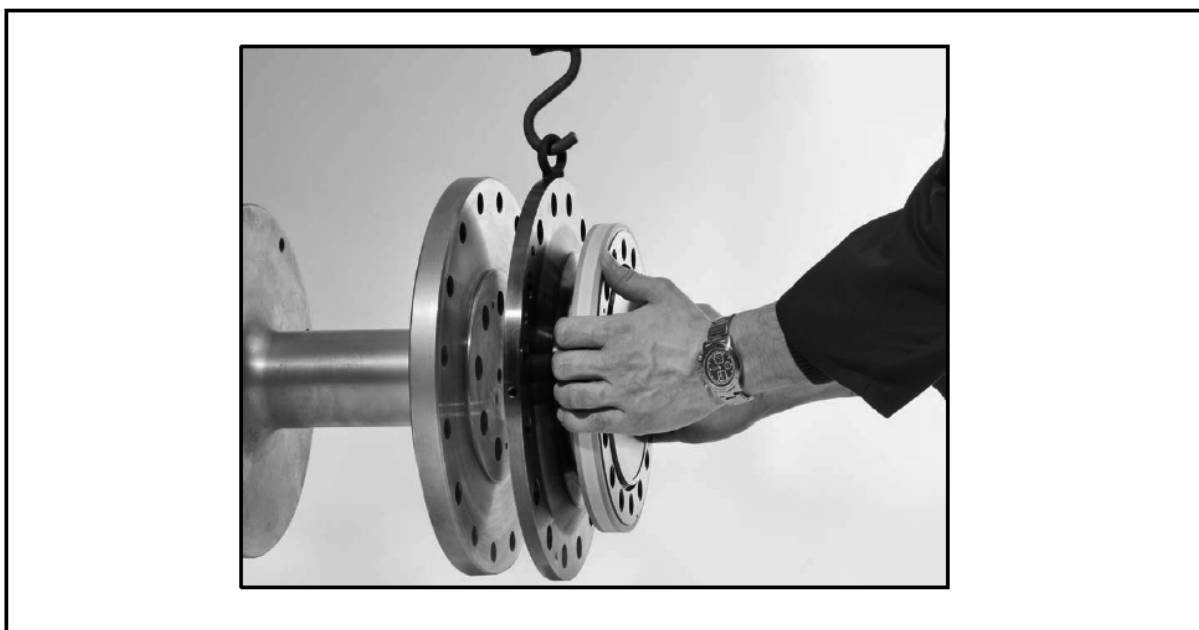

図4.3:ローターの取付け（横方向）
3. ローターを図4.3のように横向きに取り付ける場合は、一方のアイボルトを取り外します。縦方向に取り付ける場合、当初は両方のアイボルトをフランジに取り付けたまま残しておいても構いません。